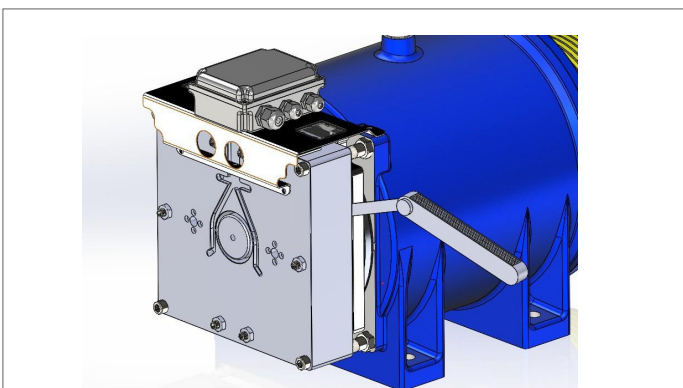
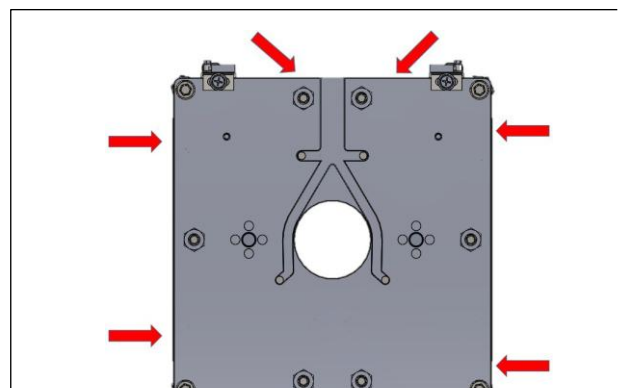

Figura 12. Medición del entrehierro con un calibre de espesores.
Figura 13. Posición de medición con calibre de espesores.
El freno debe estar instalado correctamente. Esta medición debe realizarse con las bobinas sin alimentación. Inserte un calibrador de espesores entre la placa de presión principal dividida (1) y la carcasa de la bobina (4) (consulte la Figura 12) y mida el entrehierro. Las posiciones en las que se debe medir el entrehierro se indican en la Figura 13. Compare el valor medido con los valores correctos del entrehierro indicados en la Tabla 1.
El entrehierro entre los puntos (espejos) del centil y la máquina de la Figura 13 se comprueba de acuerdo con los valores que se indican en la Tabla 1. Si el entrehierro no cumple con los valores de la **Tabla 1**, se toman las siguientes medidas. Los procedimientos de ajuste del entrehierro se ilustran en el **Anexo A**.
El entrehierro se reduce apretando el tornillo de ajuste del freno en sentido antihorario y el tornillo de fijación del freno en sentido horario en milímetros. Se comprueba de nuevo en los puntos de la **Figura 13**.
El entrehierro se aumenta aflojando el tornillo de ajuste del freno en sentido horario y el tornillo de fijación del freno en sentido antihorario en milímetros. Se comprueba nuevamente en los puntos de la Figura 13